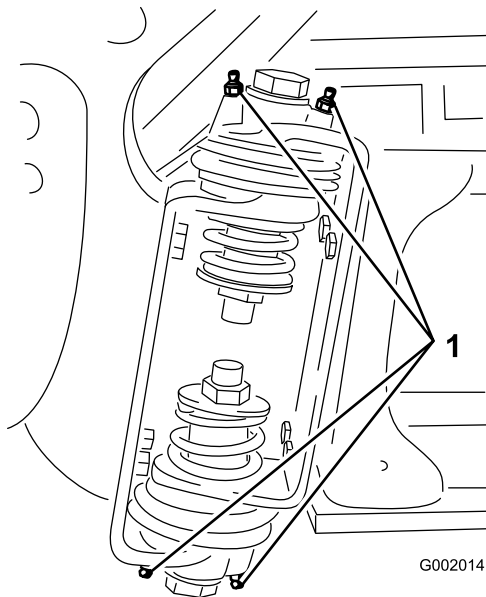

Figura 48
2. Pompate del grasso nel raccordo di ogni cuscinetto o boccola Figura 48.